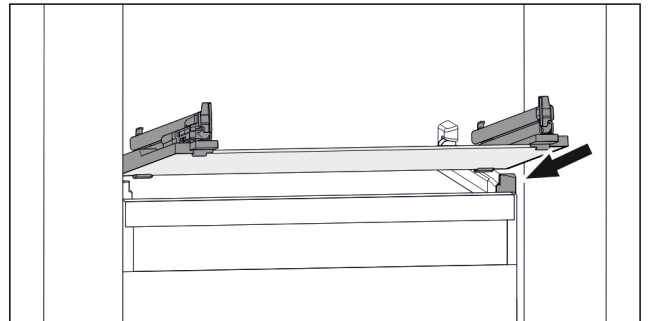

Fig. 138 Príklad zobrazenia sklenenej dosky
- ▶ Nasaďte sklenenú dosku šikmo za zarážkami. (pozri Fig. 138)